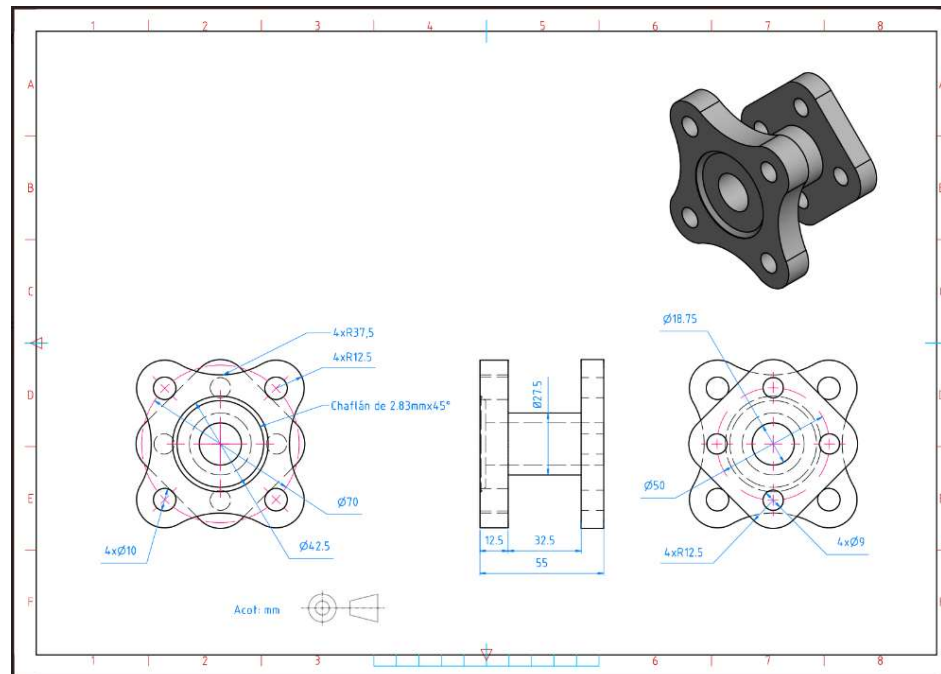

Figura 7
1) Obtener el modelo sólido de la brida que se muestra en la figura 7.